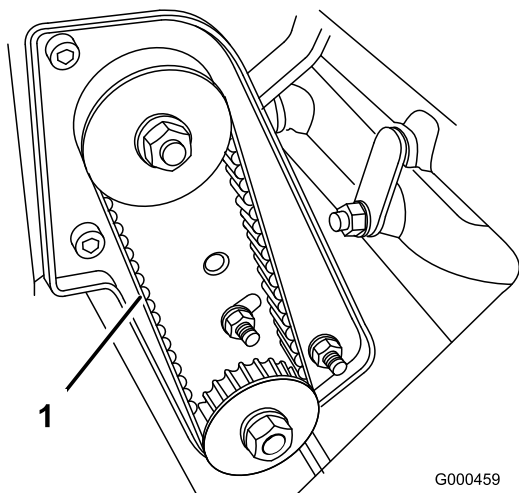

図 37
2. プーリ間の中央（図 37）でベルトを指で押して点検する。押す力は1.5～ 2.5 kg程度。ベルトのたわみが 6 mm 程度あれば適正とする。たわみの量が適正でない場合は以下の手順へ進む。